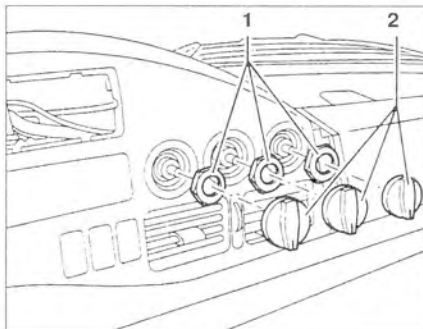

Рис. 9.15. Снимите регуляторы 2 и открутите гайки 1.
4. Снимите регуляторы 2 и открутите гайки 1 (рис. 9.15).